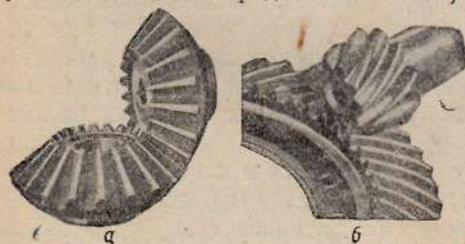

Рис. 6
2. Оси валов пересекаются (рис. 6) — применяются конические шестерни; направление зуба прямое (а) или спиральное (б).